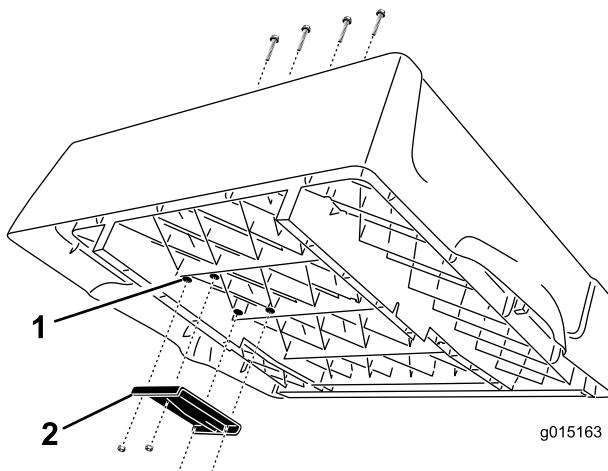

Figure 4
1. Localisez les 4 bossages sur le côté droit de la surface inférieure du plateau (Figure 4). À l'aide d'un forte
- Montez le support de relevage supérieur sur la surface inférieure du plateau avec 4 vis Phillips à tête tronconique (3/8 x 2-1/2") et contre-écrous à embase (Whiz lock) (3/8 pouce). Positionnez le pivot comme illustré à la Figure 4.